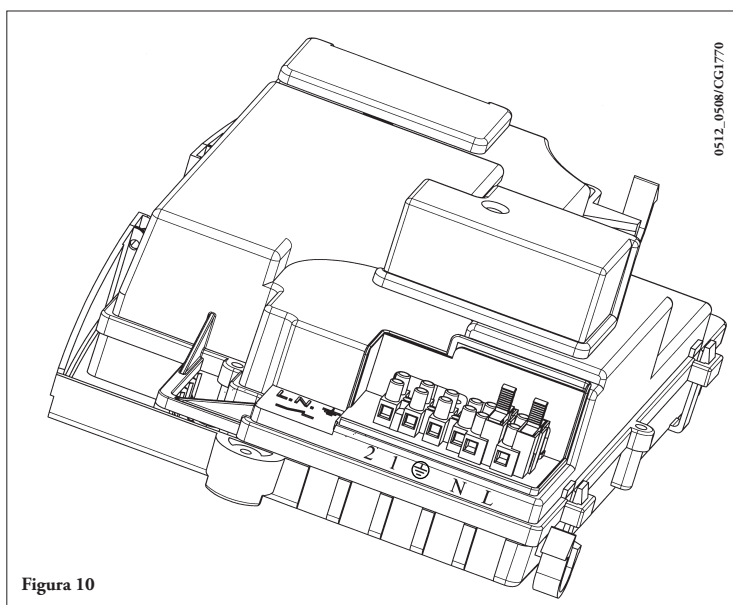

Figura 10
- deșurubați capacul pentru a ajunge la cablaje (Figura 10).
- deschideți panoul cu borne de alimentare (figura 10);
- conectați bornele termostatlui de cameră la bornele (1) și (2);